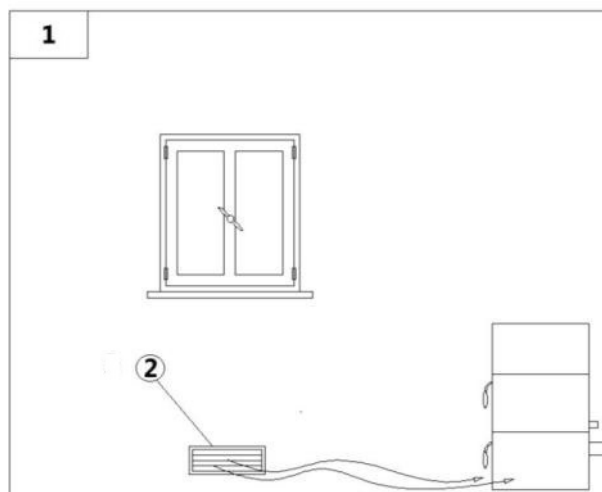

Fig. 10 - Direkte lufttilstrømning
TEGNFORKLARING Fig. 10
- Lufttilstrømningen fra det fri til lokalet kan ske direkte gennem en åbning i lokalets ydervæg (se Fig. 10).